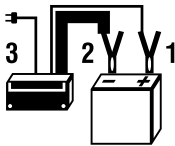

Fig. 4 – Secuencia para encender el cargador en la batería
3. Conecte la garra roja del cargador en el polo positivo de la batería (posición 1 de la Fig. 4).
4. Conecte la garra negra del cargador en el polo negativo de la batería (posición 2 de la Fig. 4).
5. Conecte el enchufe en la toma (posición 3 de la Fig. 4)